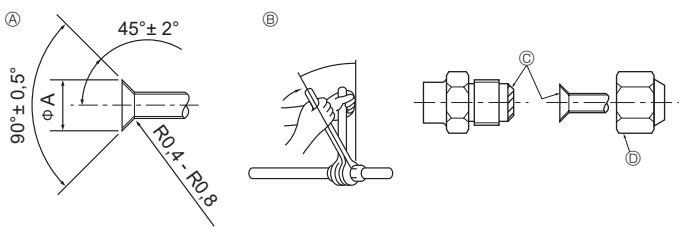

Fig. 4-1
4.2. Σωλήνες σύνδεσης (Fig. 4-1)
② Ροπή σύσφιξης για το περικόχλιο εκχείλωσης